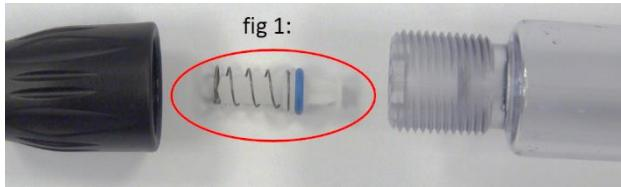

fig 1:
- fig 1: En lo concerniente a HSW ECO-MATIC® con 12,5 ml y 30 ml volumen, tirar la válvula incl. muelle y junta tórica hacia delante contra una pequeña resistencia. No tirar en el muelle
- fig 1: En lo concerniente a HSW ECO-MATIC® con 12,5 ml y 30 ml volumen, meter la válvula incl muelle y junta tórica en el cilindro y dejar encajar contra una pequeña resistencia.